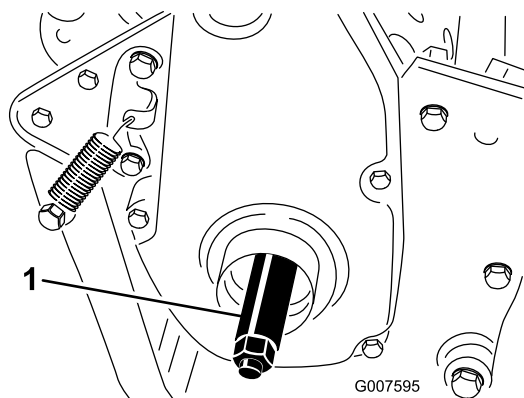

Figura 7
- 3. Enrosque el eje de la rueda derecha en la polea de transmisión del lado derecho de la máquina (Figura 7).